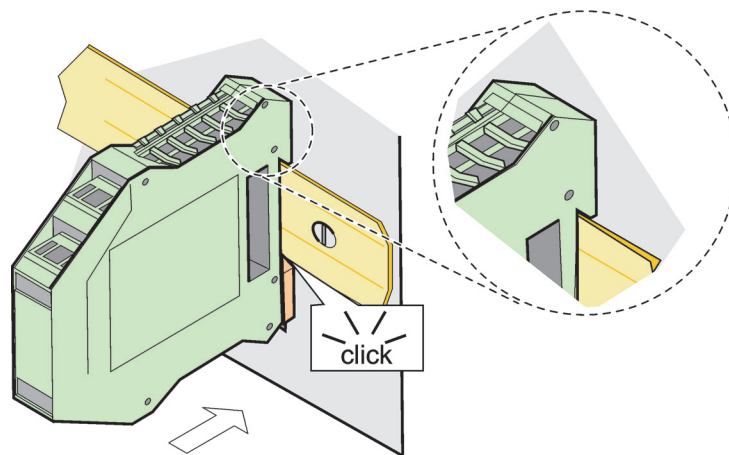

Рисунок 74 Подсоединение модуля расширения
3. Заверните модуль вниз и вдавите в DIN рейку, пока не услышите щелчок (Рисунок 74).